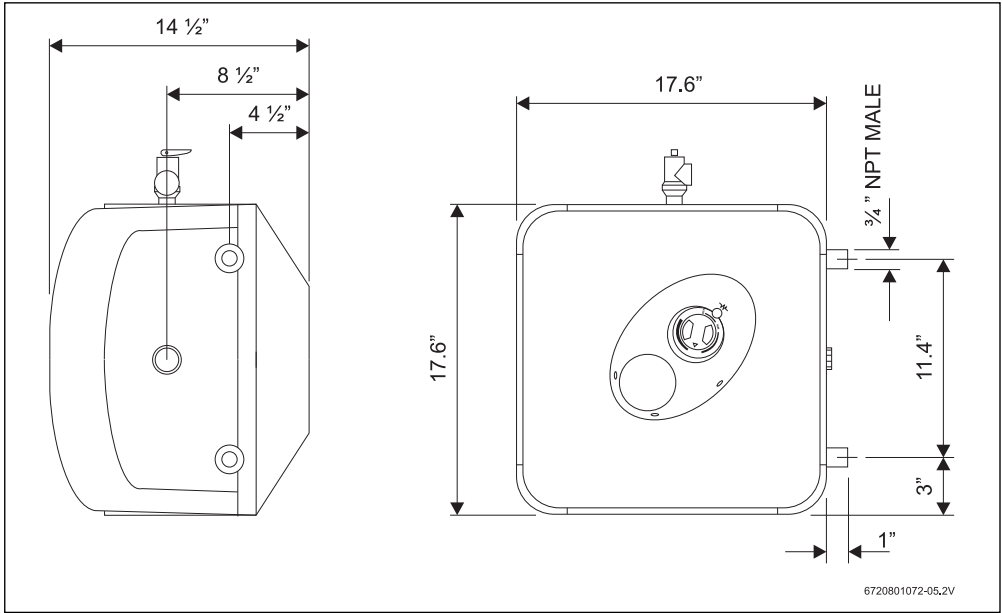

Fig. 6
- ▶ La soupape de décharge à sécurité thermique fournie devra être installée sur la partie du dessus. Voir l'emplacement de la soupape T&P sur la figure 6.